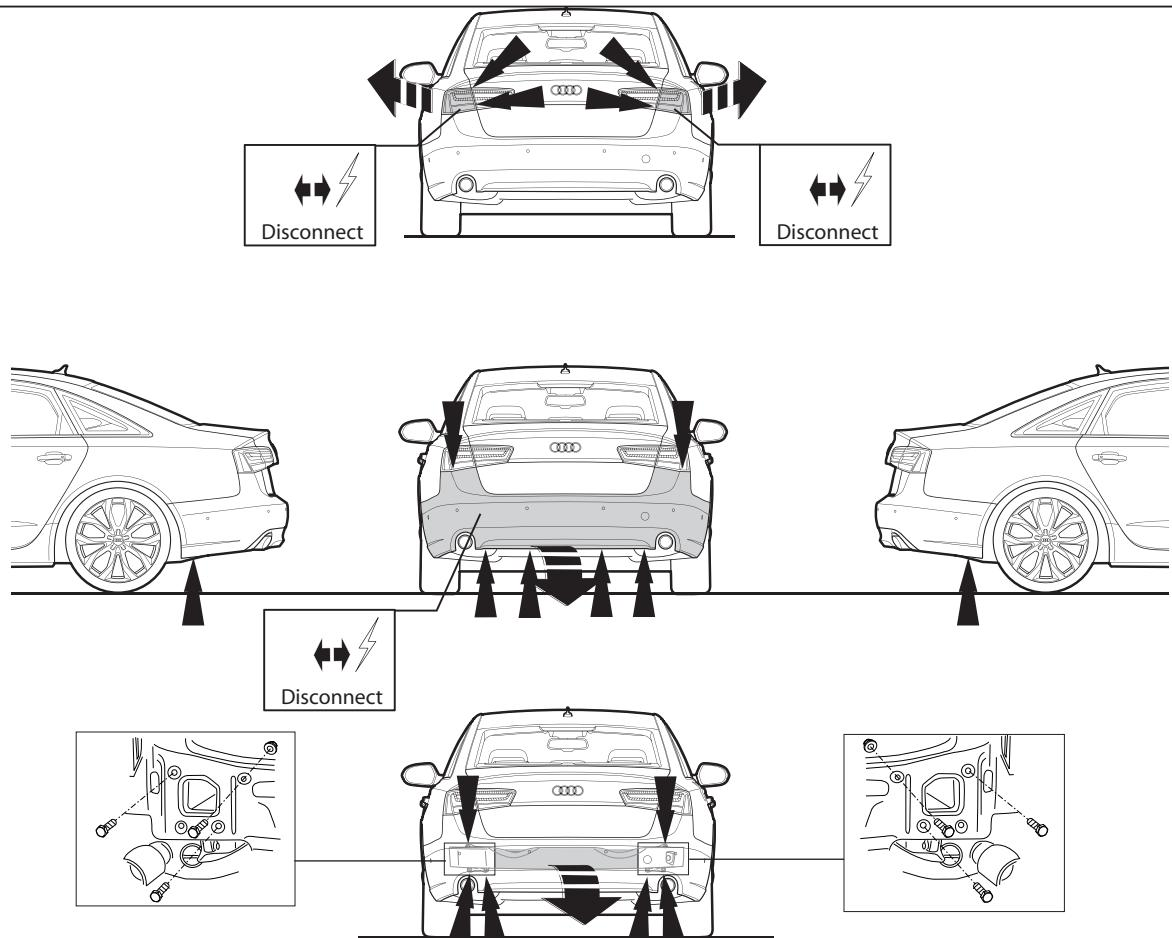

Fig. 1
1. Снять оба блока задних фар. Снять бампер вместе со стальным буферным бруском автомобиля; буферный брус больше не понадобится. См. рисунок 1/ 1a.